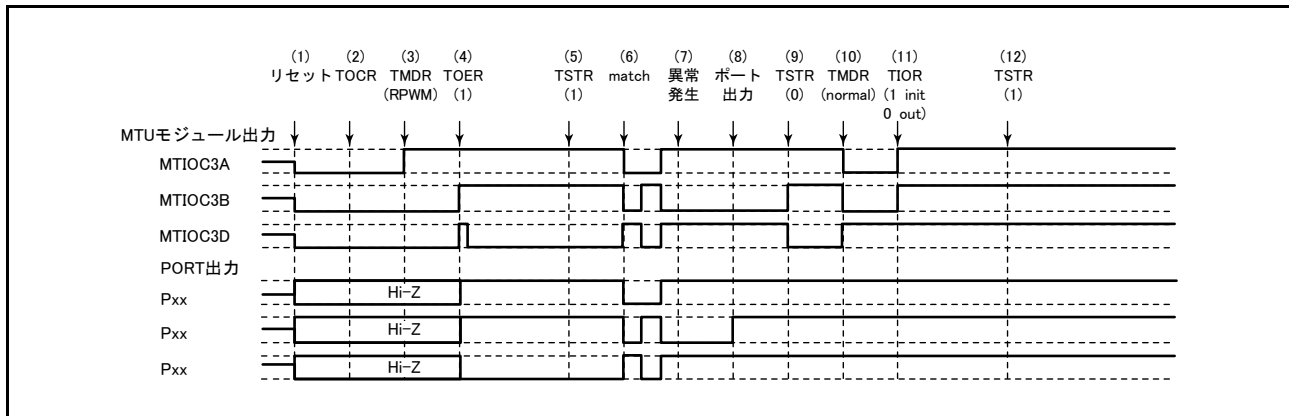

図 16.168 リセット同期 PWM モードで異常が発生し、ノーマルモードで復帰する場合
リセット同期 PWM モードで異常が発生し、再設定後ノーマルモードで再スタートする場合の説明図を図 16.168 に示します。
(1) ~ (9) は図 16.168 と共通です。
(10) PWM モード 1 を設定してください (MTU 出力は正相側が Low、逆相側が High となります)。
(11) TIOR レジスタで端子を初期化してください (PWM モード 1 では MTIOCnB (MTIOCnD) 端子に波形が出力されません。出力すべきレベルがある場合は、I/O ポートのデータディレクションレジスタ (DDR)、データレジスタ (DR) で汎用出力ポートの設定をしてください)。
(12) TSTR レジスタで再スタートします。
(28) リセット同期 PWM モードで動作中に異常が発生し、相補 PWM モードで再スタートする場合の動作
(10) TOERA レジスタで MTU3、4 の出力を禁止してください。
(11) TOCR1A、TOCR2A レジスタで相補 PWM の出力レベルと周期出力の許可禁止を選択してください。
(12) 相補 PWM を設定します (MTU の周期出力端子は Low になります)。
(13) TOERA レジスタで MTU3、4 の出力を許可してください。
(14) TSTRA レジスタで再スタートします。
(29) リセット同期 PWM モードで動作中に異常が発生し、リセット同期 PWM モードで再スタートする場合の動作
(10) TSTRA レジスタで再スタートします。
(11) コンペアマッチの発生によりリセット同期 PWM 波形を出力します。